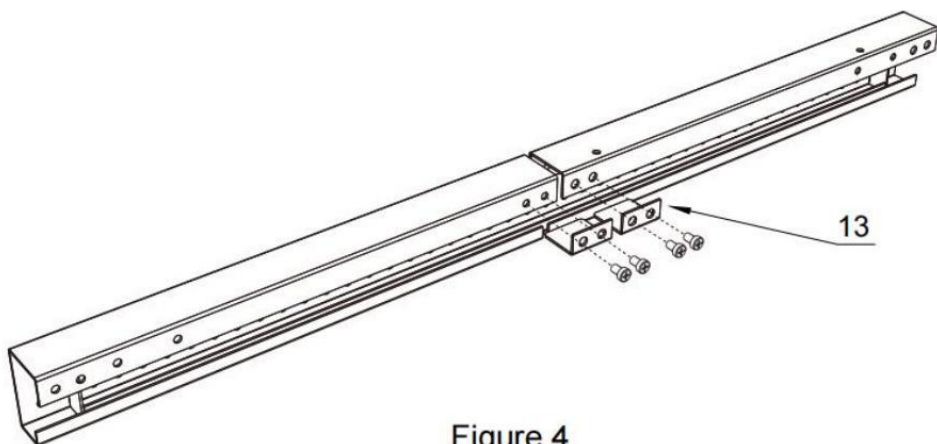

Figure 4
4. Umieścić dwie części ograniczające (#13) na wspornikach narożnych i dokręcić M5*10 Śruby z łbem krzyżakowym (Ⓢ) przy użyciu wkrętarci elektrycznej . (Rysunek 4)